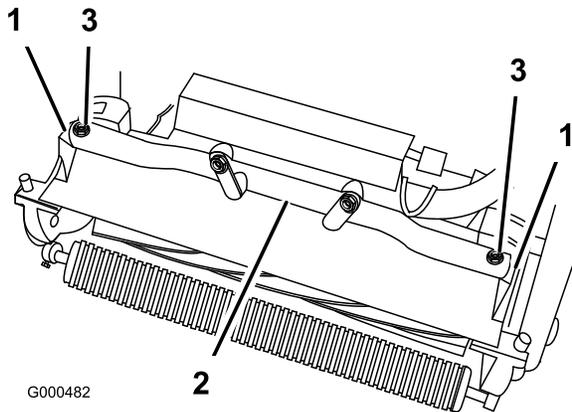

図 52
4. カッティングユニットのピボット・アームを走行ユニットのフレーム・チューブに固定しているボルト (2本) を取り外す (図 52)。
5. ピボット・アームを前に倒し (図 52)、走行ユニットをキック・スタンドに立てかける。